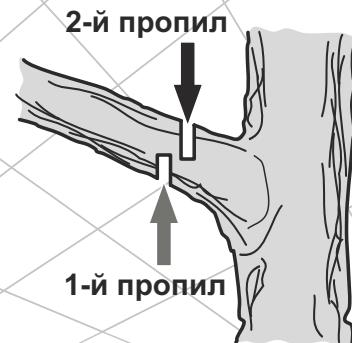

Рис. 25
**Последовательность обрезки ветвей и сучков со стоящего дерева (см. рис. 25).**
1. Первый надрез сделайте снизу (1).
2. Второй надрез сделайте с противоположной стороны (2). Следите за тем, чтобы спиленная ветвь или сук не упали на Вас.